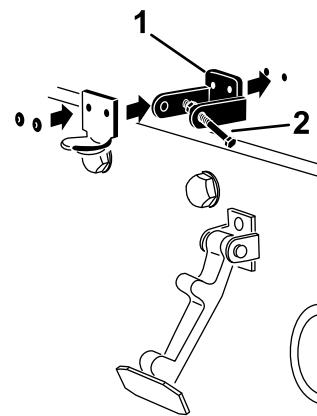

Рисунок 18
- 3. Выравнивая монтажные отверстия, поместите стопорный кронштейн стандарта СЕ и кронштейн защелки капота на капот. Стопорный кронштейн должен быть прижат к капоту (Рисунок 18). Не снимайте болт с гайкой в сборе с рычагом стопорного кронштейна.
- 5. Приклейте кронштейны и шайбы к капоту (Рисунок 18).